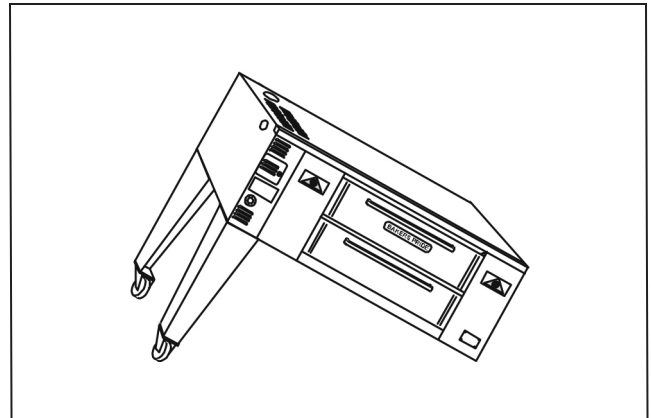

Figure 5
- b) Boulonner les renforts latéraux et les renforts arrières à l'aide des boulons 3/8-16 x 3/4 fournis, rondelle plate et rondelle de blocage. (Voir Fig. 5).